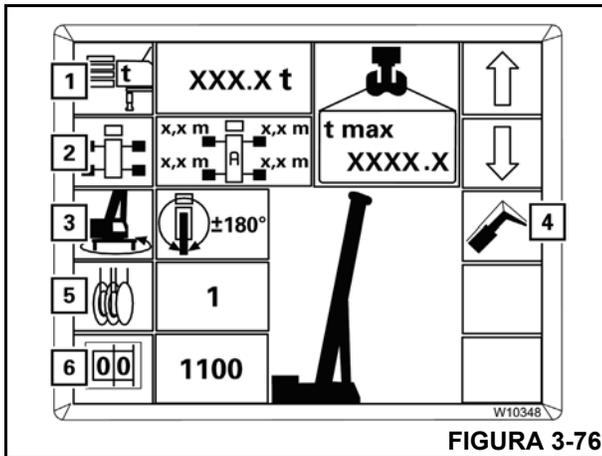

FIGURA 3-76
- Introduzca los componentes individuales (1) a (5) (Figura 3-76) uno tras otro
- Introduzca el código de RCL (6) y el enhebrado actual (5).